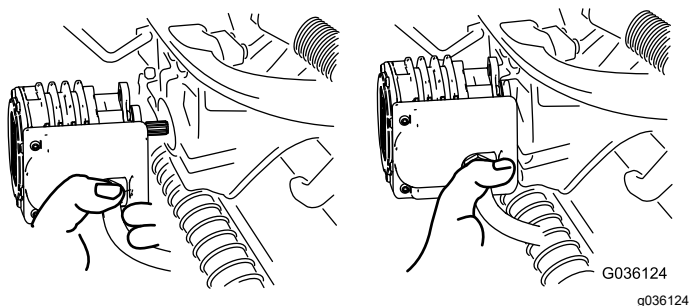

Figura 62
4. Spostate il motore in posizione di stoccaggio davanti al braccio di sospensione (Figura 62).